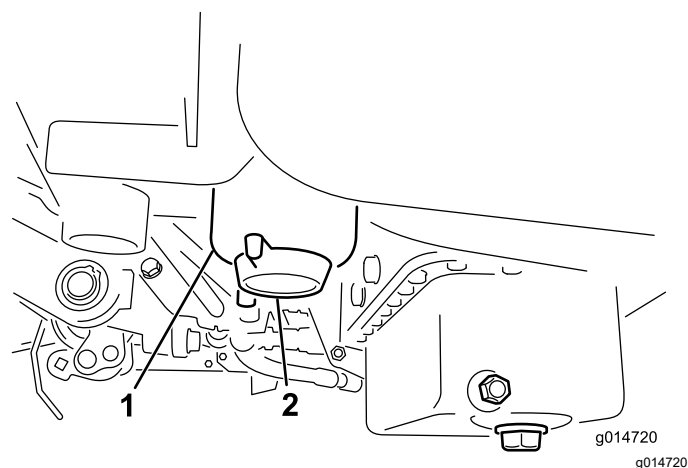

Figure 36
2. Nettoyez la surface autour des supports de la cartouche du filtre (Figure 36).
4. Ouvrez le robinet du filtre (Figure 36).